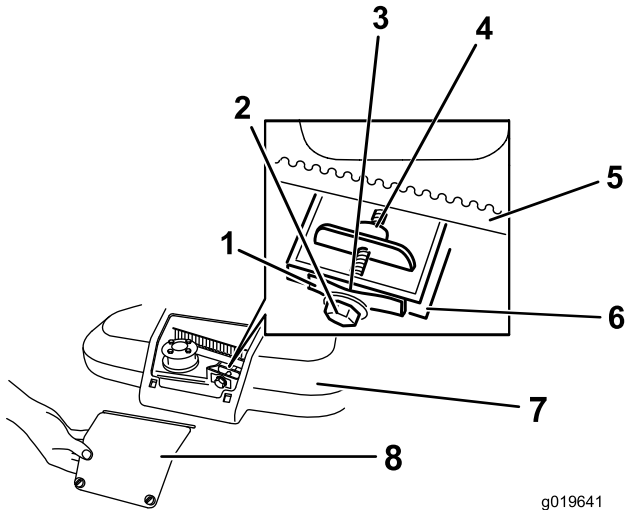

Figure 39
1. Desserrez les 2 vis qui se trouvent sur le panneau du couvercle de courroie, et déposez le panneau (Figure 39).
3. Tenez une jauge d'épaisseur de 0,26 mm, un morceau de papier, ou une petite carte contre la paroi et faites-le(la) glisser derrière le ressort de tension de courroie (Figure 39).
**Remarque:** S'il y a un espace visible entre la jauge et le ressort, serrez le boulon et l'écrou de réglage jusqu'à ce que le papier puisse juste passer dans l'espace (Figure 39).